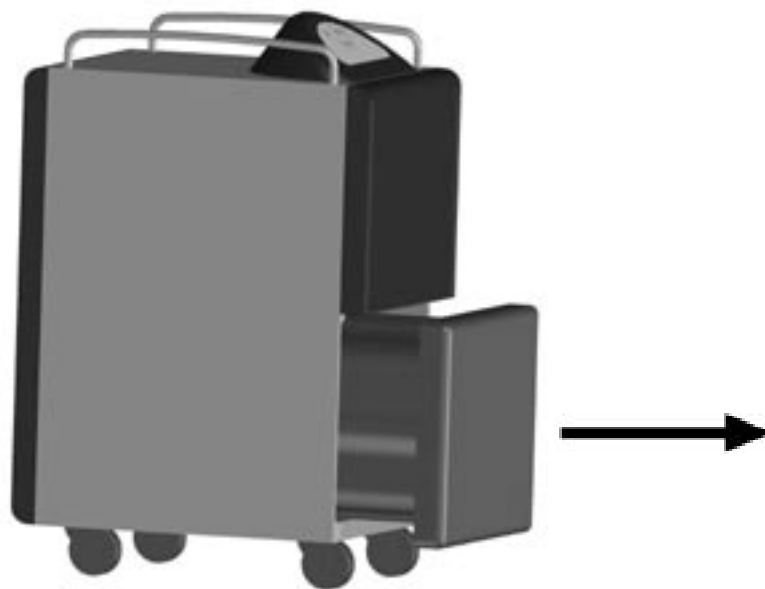

Fig. 5
- Estrarre la tanica dall'apparecchio (fig. 5).
- Remove the tank from the appliance (fig. 5).
- Extraire le bidon de l'appareil (fig. 5).
- den Behälter herausnehmen (Bild 5).
- Extraer el recipiente del aparato (fig. 5).
- Extraia o recipiente do aparelho (fig. 5).